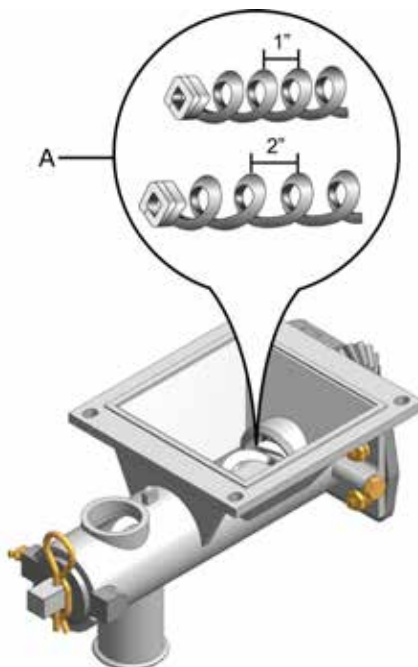

fig. 13
A distribuição do adubo é realizada através da caixa dosadora do adubo, por meio da rosca sem-fim (A) (fig. 13).